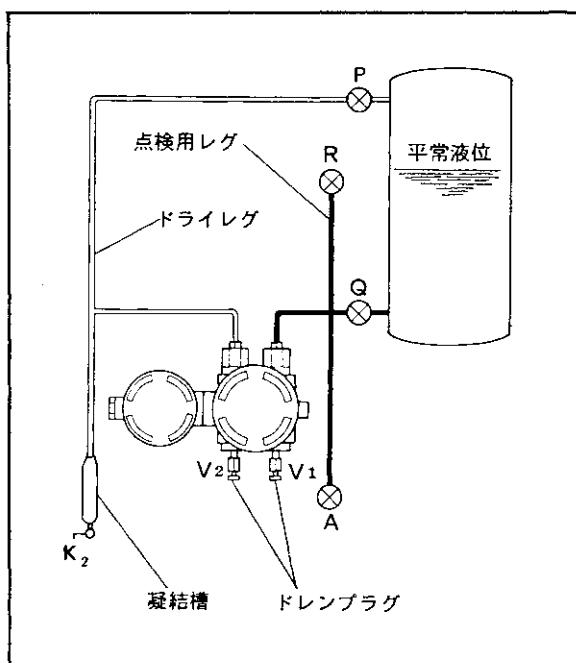
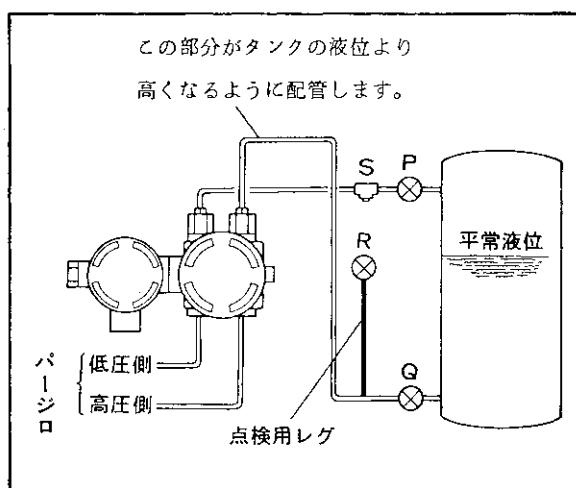
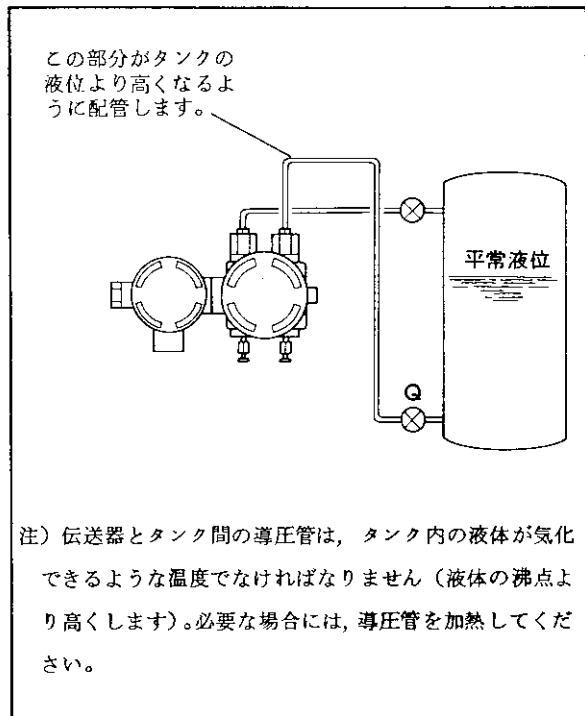

図 5.20 密閉タンク（ドライレグ）—ノーバージ式
図 5.21 密閉タンク（ドライレグ）
図 5.22 密閉タンク（ドライレグ）——セルフバージ式（液化ガスの場合）
(1) ノーバージ式（図 5.20 参照）
(2) 空気またはガスバージ式（図 5.21 参照）
(3) セルフバージ式（図 5.22 参照）
5.6.5 運転開始と運転停止（図 5.20, 図 5.21 および図 5.22 参照）